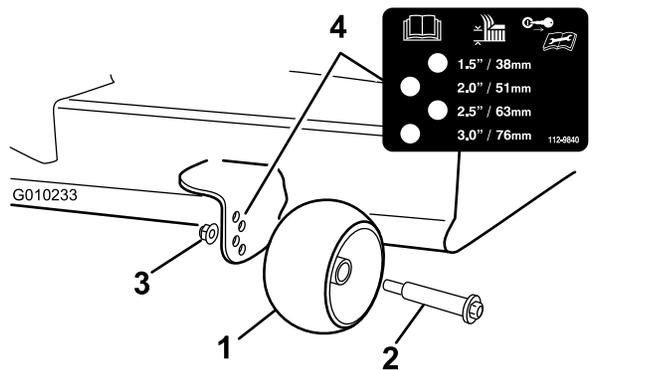

Figura 18
3. Ajuste os rolos antidanos (**Figura 18**) para corresponder à posição da altura de corte mais próxima.